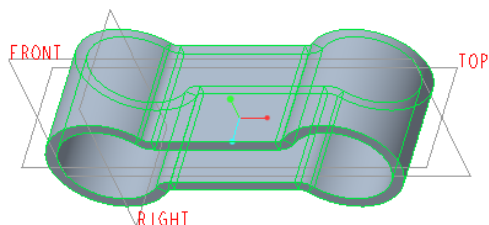

图 5-192 完成的拉伸壁
(6) 单击“拉伸”选项卡中的（完成）按钮，完成的拉伸壁作为第一壁，如图 5-192 所示。